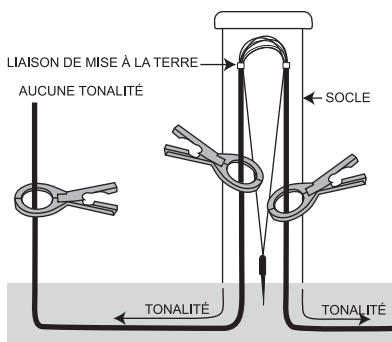

Fig. 10. Points de couplage
L'application du coupleur par dessus la liaison revient à bloquer la tonalité et à empêcher sa transmission au-delà du point de mise à la terre. (Voir fig. 10)
3. **Couplage près de l'extrémité :** Pour fournir une tonalité à partir de l'extrémité d'un câble, il faut appliquer une liaison sur l'extrémité du câble ou mettre l'extrémité à la terre. (Voir fig. 10)